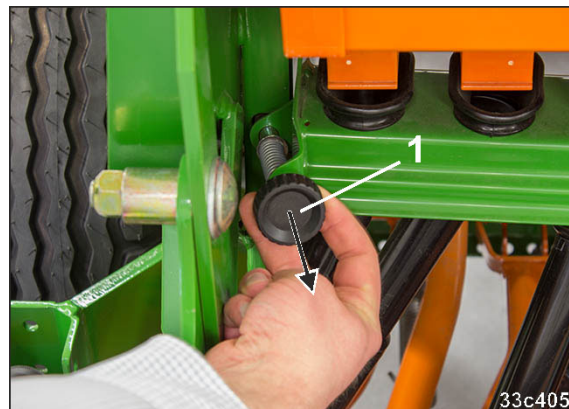

Рис. 154
1. Вытяните пружинный рычаг (Рис. 154/1) сбоку из фиксирующего приспособления.